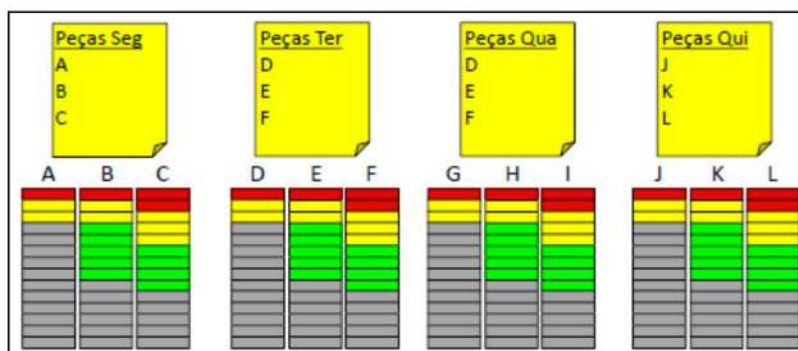

Figura 22 – Reposição por ciclo constante
- Reposição por ciclo constante (Figura 22):